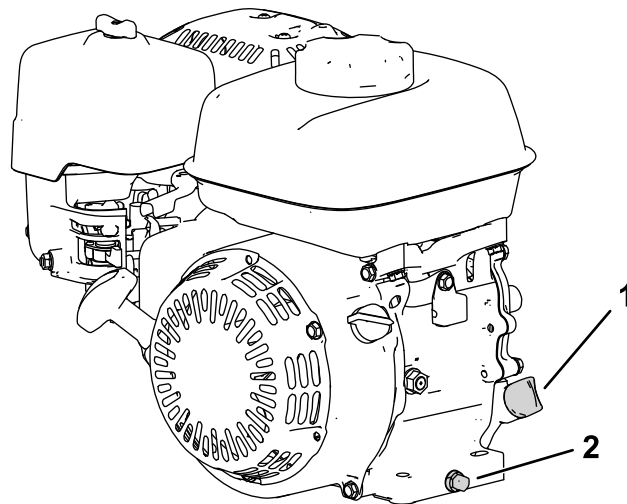

Figure 17
2. Positionnez la machine de sorte que le moteur soit de niveau et nettoyez la surface autour du tube de remplissage (Figure 17).
- Enlevez le bouchon de vidange (Figure 17).